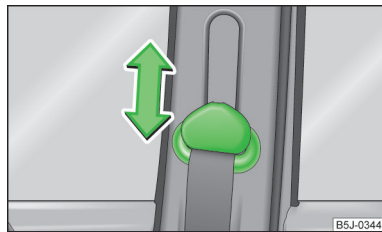

Fig. 112
- Presionar el herraje de inversión y desplazar en el sentido deseado, hacia arriba o hacia abajo » fig. 112.